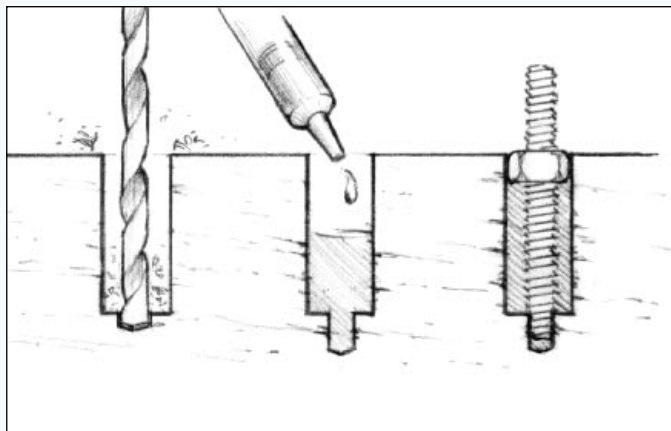

Figura 20 In alternativa, per poter rimuovere agevolmente gli accessori metallici, incollare i perni filettati o i prigionieri al substrato.
2. Posizionare un dado e una rondella sui prigionieri, impregnare le estremità inferiori e inserirle nei fori pieni di resina epossidica. Prima di fissare l'accessorio metallico e di serrare i dadi lasciare catalizzare completamente la resina epossidica (*Figura 20*).